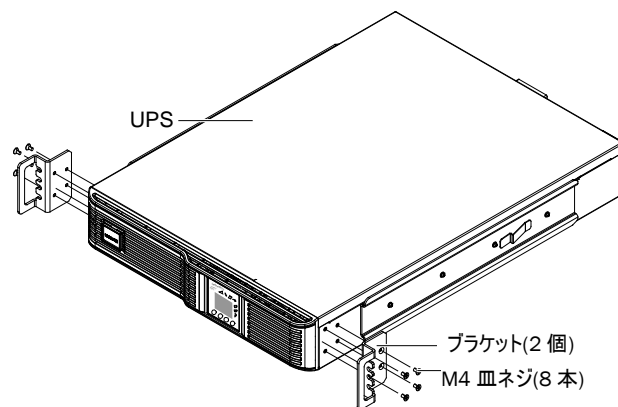

図2-11 ブラケットの取付け
8. UPSの両側に、ブラケットをM4皿ネジ8本で取付けます(図2-11)。